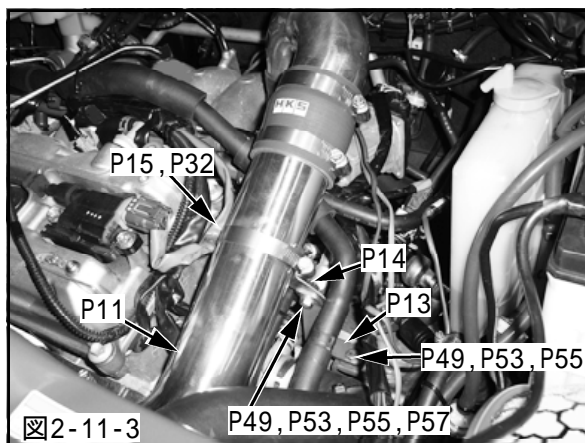

図2-11-3
(5)チャンバパイプブラケットをミッションに取付けてください。(図2-11-3)
(6)汎用ステー 60用をチャンバパイプブラケットに取付けてください。(図2-11-3)
(図2-11-3)